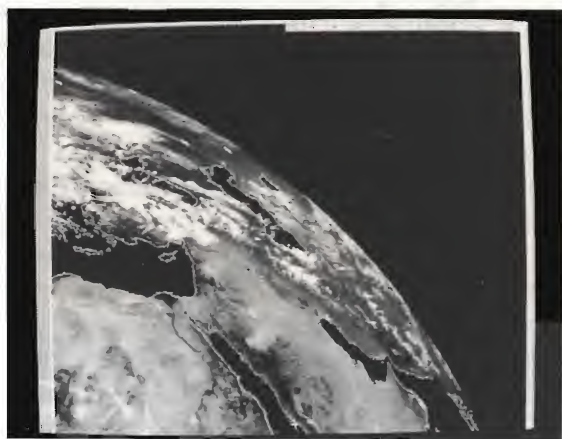

figura 2
**Scheda video e monitor:** questa scelta deve essere la più oculata possibile, viste le molte possibilità che offre il mercato. Per la risoluzione vale il discorso fatto prima sull'Hi-Fi: all'inizio si è sconcertati da immagini ricevute con una risoluzione di 320 x 200 e 16 livelli di grigi (ricordatevi che le immagini dai satelliti sono sempre in bianco e nero!) poi si cercano sempre più particolari: le montagne, i fiumi, le città e ciò significa una risoluzione e un numero di livelli sempre maggiore (in figura 2 una bella immagine del Meteosat, dove si vede chiaramente il Canale di Suez, il Nilo, l'Arabia ecc. Risoluzione: 1024 x 768; livelli di grigio: 256; dimensione 819200 Bytes).